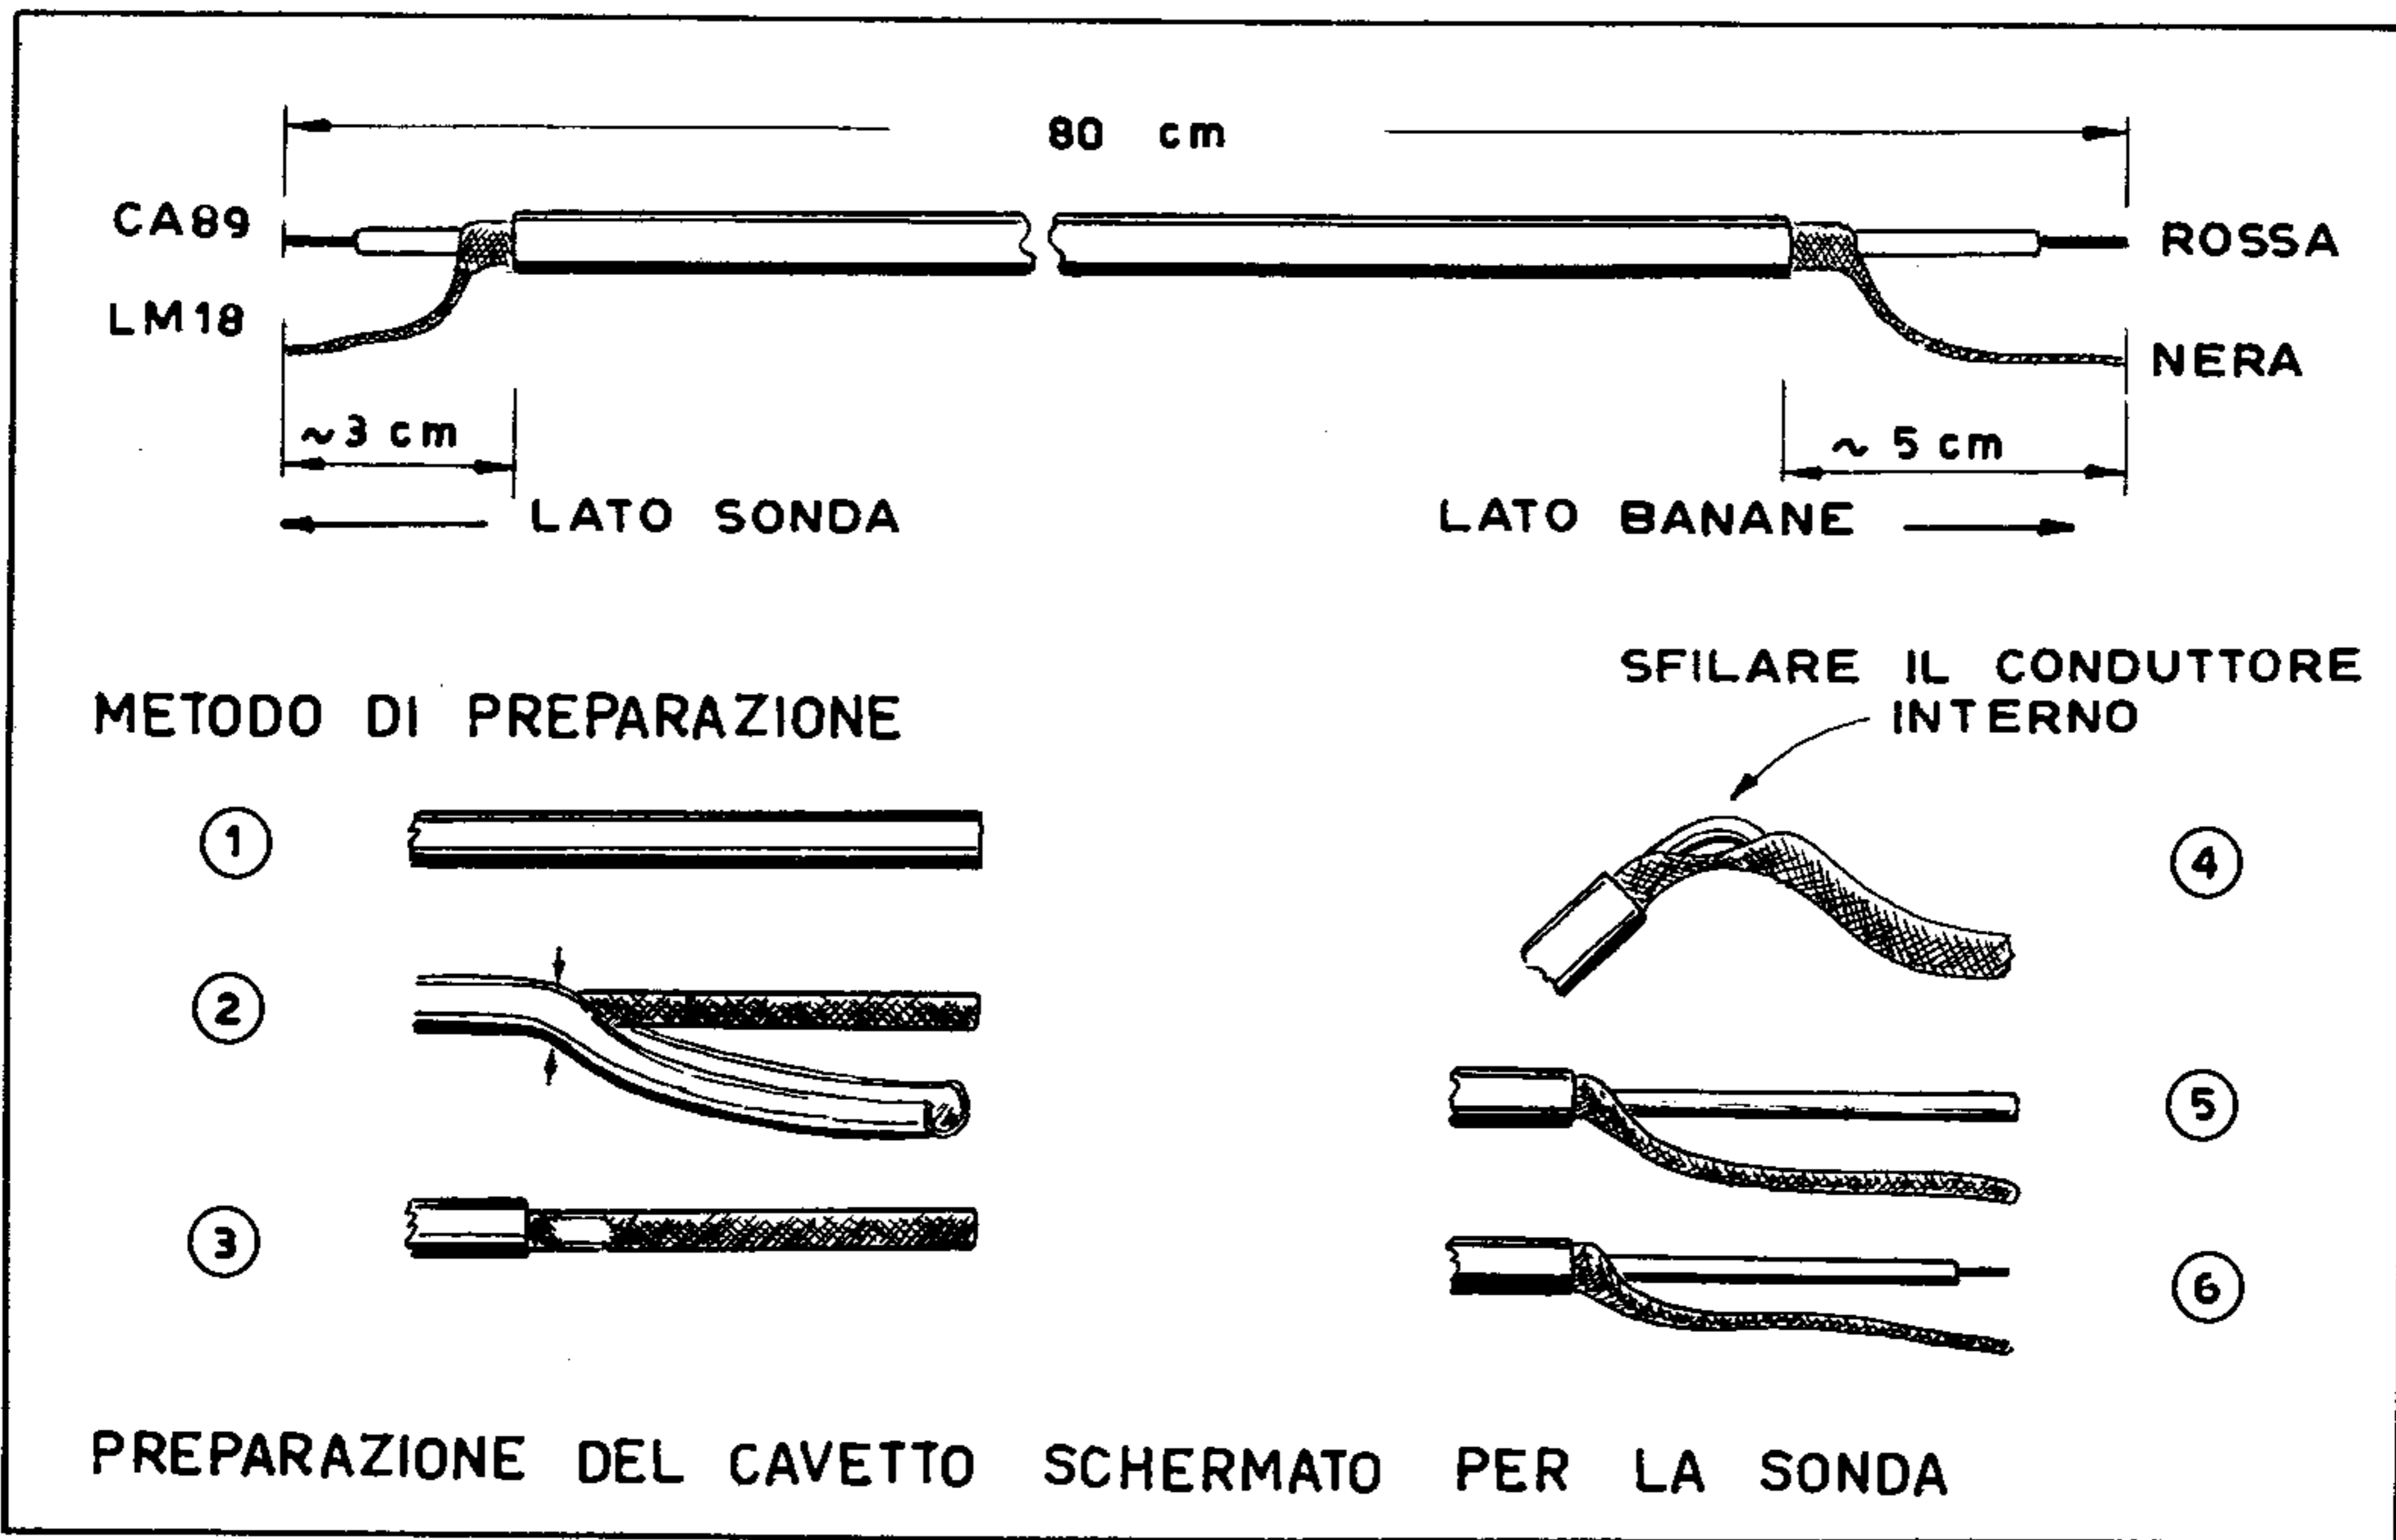
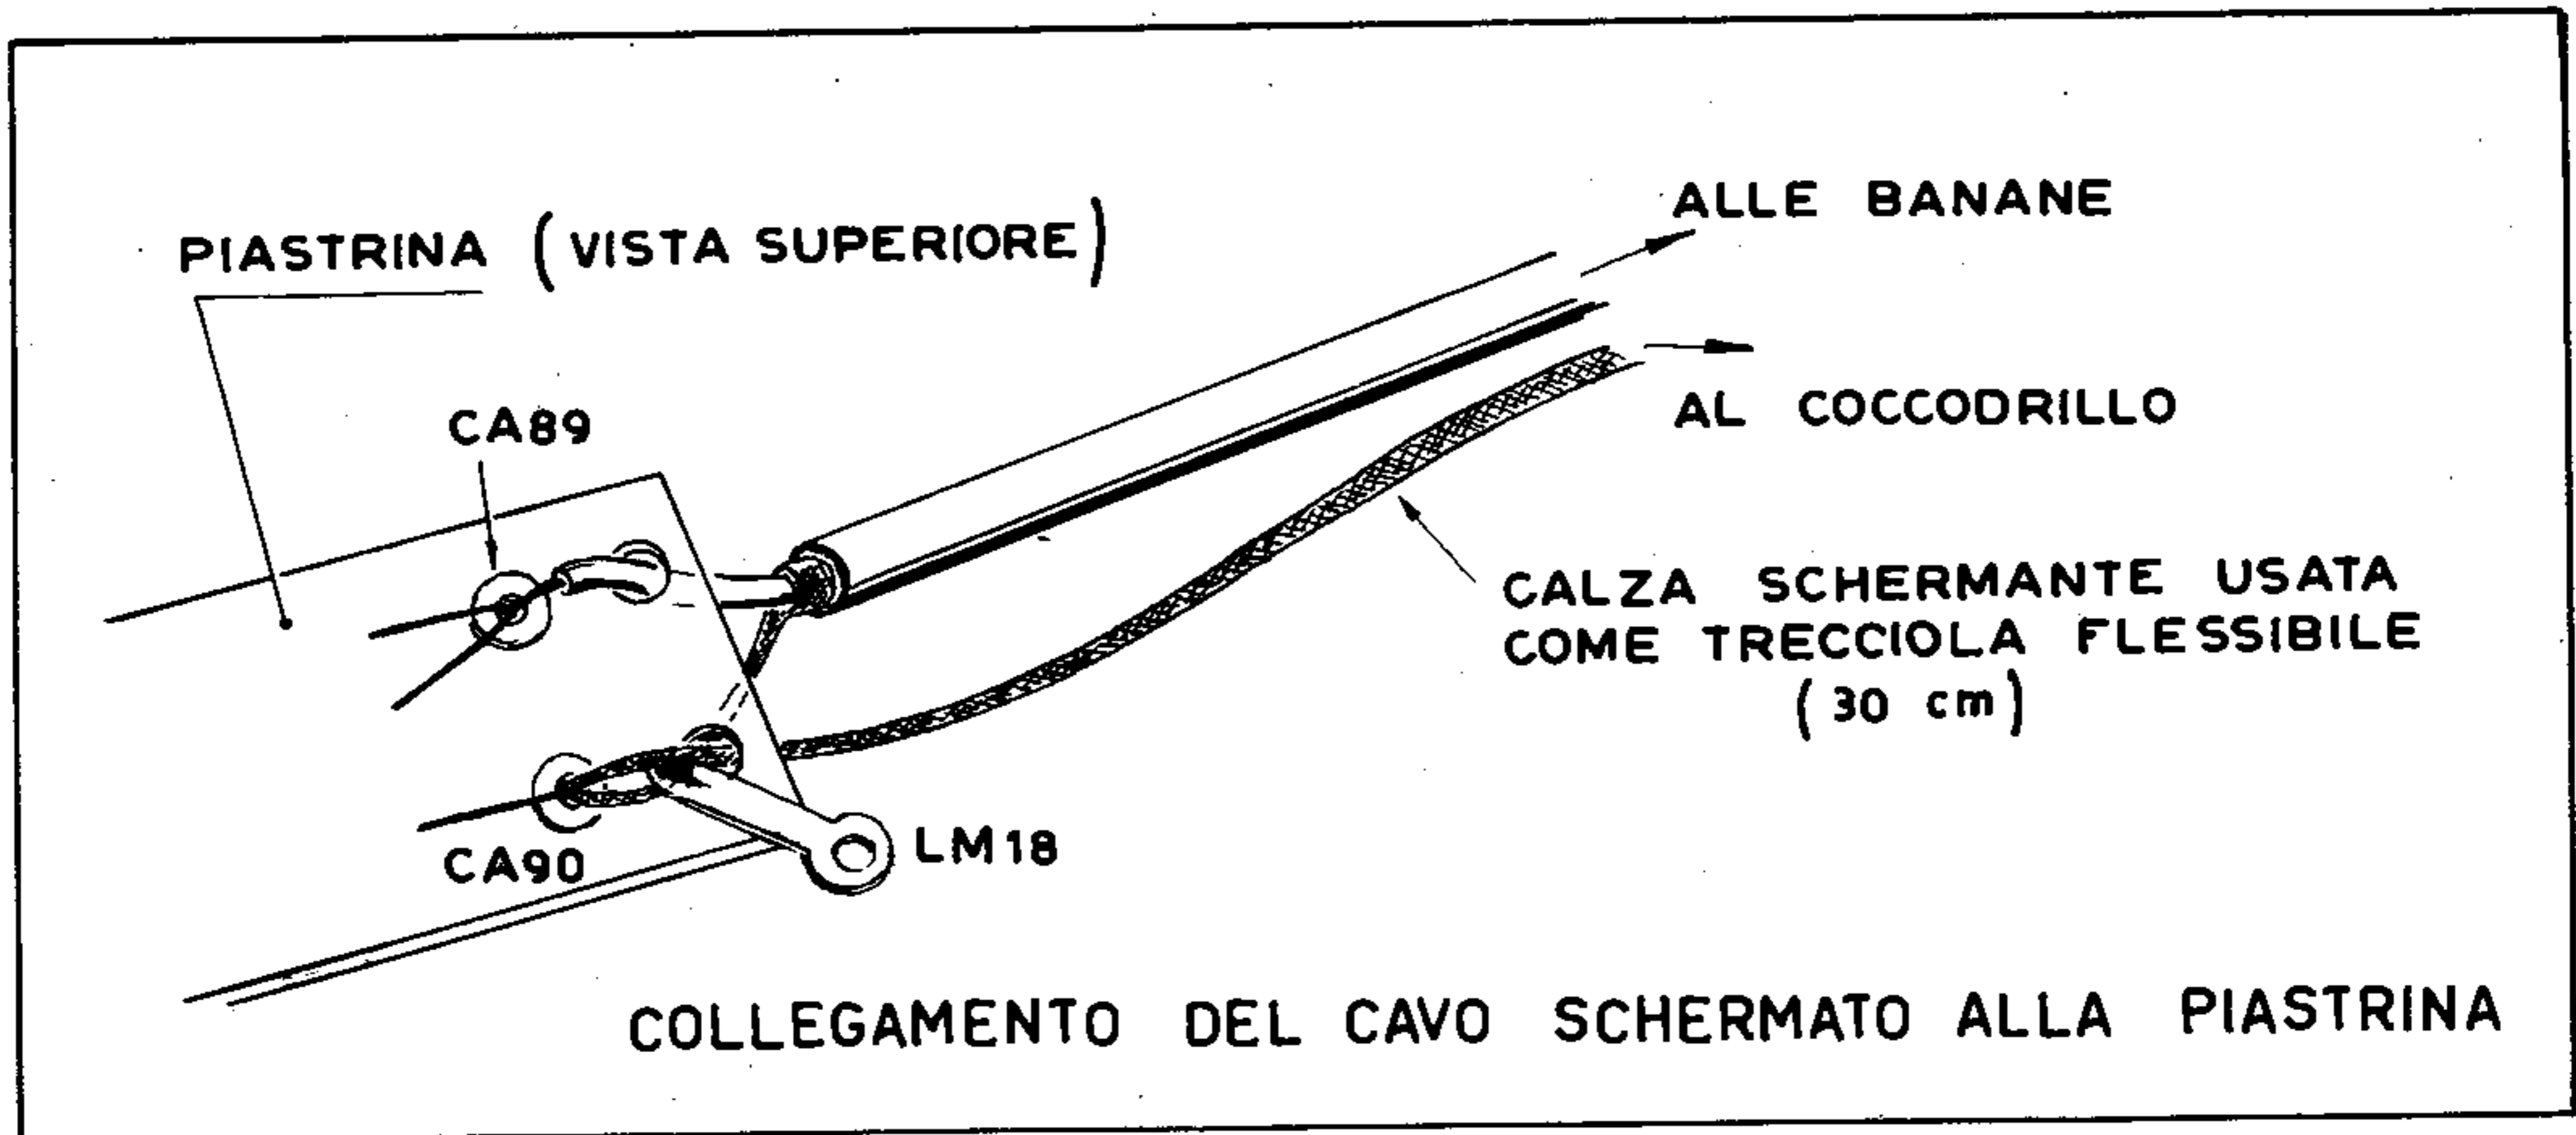

Fig. 10
Fig. 11
c) - PREPARI IL CAVO SCHERMATO (LUNGO CIRCA 80 cm) NEL MODO INDICATO IN FIG. 10 E LO SALDI NEI PUNTI CA89 E CA90 DOPO AVERLO INFILATO NEI DUE FORI DELLA PIASTRINA (FIG. 11). SALDI ANCHE LA TRECCIOLA FLESSIBILE, LUNGA 30 cm, AL CA90.
Osservi attentamente le figure, per riprodurre il montaggio alla perfezione. Si puo' ricavare la trecciola dal pezzo di cavo schermato che rimane ancora disponibile, dopo aver tagliato gli 80 cm : occorrerà togliere l'isolante che copre lo schermo e il conduttore interno, come illustrato in fig. 10.
d) - SALDI IL CAPOCORDA DI MASSA LM18 NELLA POSIZIONE INDICATA IN FIG. 11. QUESTO CAPOCORDA DOVRA' ESSERE BLOCCATO DALLA VITE CHE FISSA ANCHE IL TUBO DI ALLUMINIO USATO COME SCHERMO.